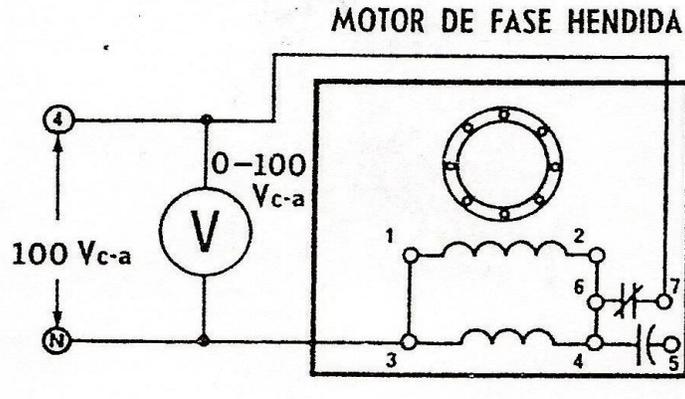

Figura 4
19. Conecte el circuito que ilustra la figura 4. Observe que los dos devanados están conectados en paralelo y que el interruptor centrífugo está en serie con los devanados del motor conectados en paralelo y a las terminales 4 y N de la fuente de alimentación de 100 Vc-a.